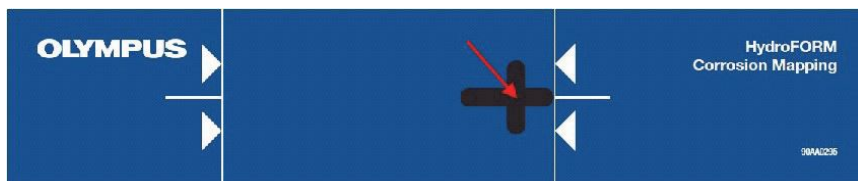

图 2-15 模板十字标记的中心
3. 将磁性模板放置在被测材料上，使磁性模板十字标记的中心与原点对齐（参见第 35 页的图 2-15）。